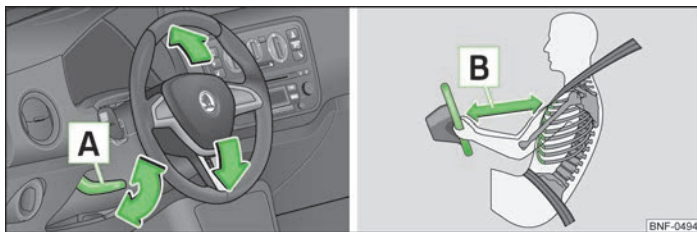

Fig. 62 Volan reglabil: Maneta de sub volan / distanța sigură față de volan
- Respectați o distanță de cel puțin 25 cm  față de volan » fig. 62 la pagina 57. Dacă nu se respectă această distanță, sistemul airbag nu își poate exercita eficiența maximă – Pericol!
- Rabatați în jos maneta **A** » fig. 62 de sub volan.